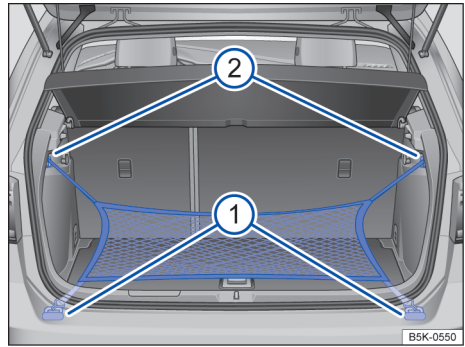

Fig. 147 No compartimento de bagagem: rede para bagagem presa no canto do compartimento de bagagem.
- Prender os ganchos curtos da rede para bagagem nos olhais de amarração → Fig. 147 ① → ⚠. O zíper da rede para bagagem deve estar voltado para cima.
- Prender as alças nos ganchos para sacolas → Fig. 147 ②.